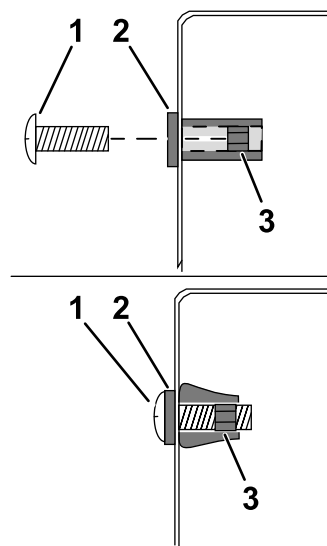
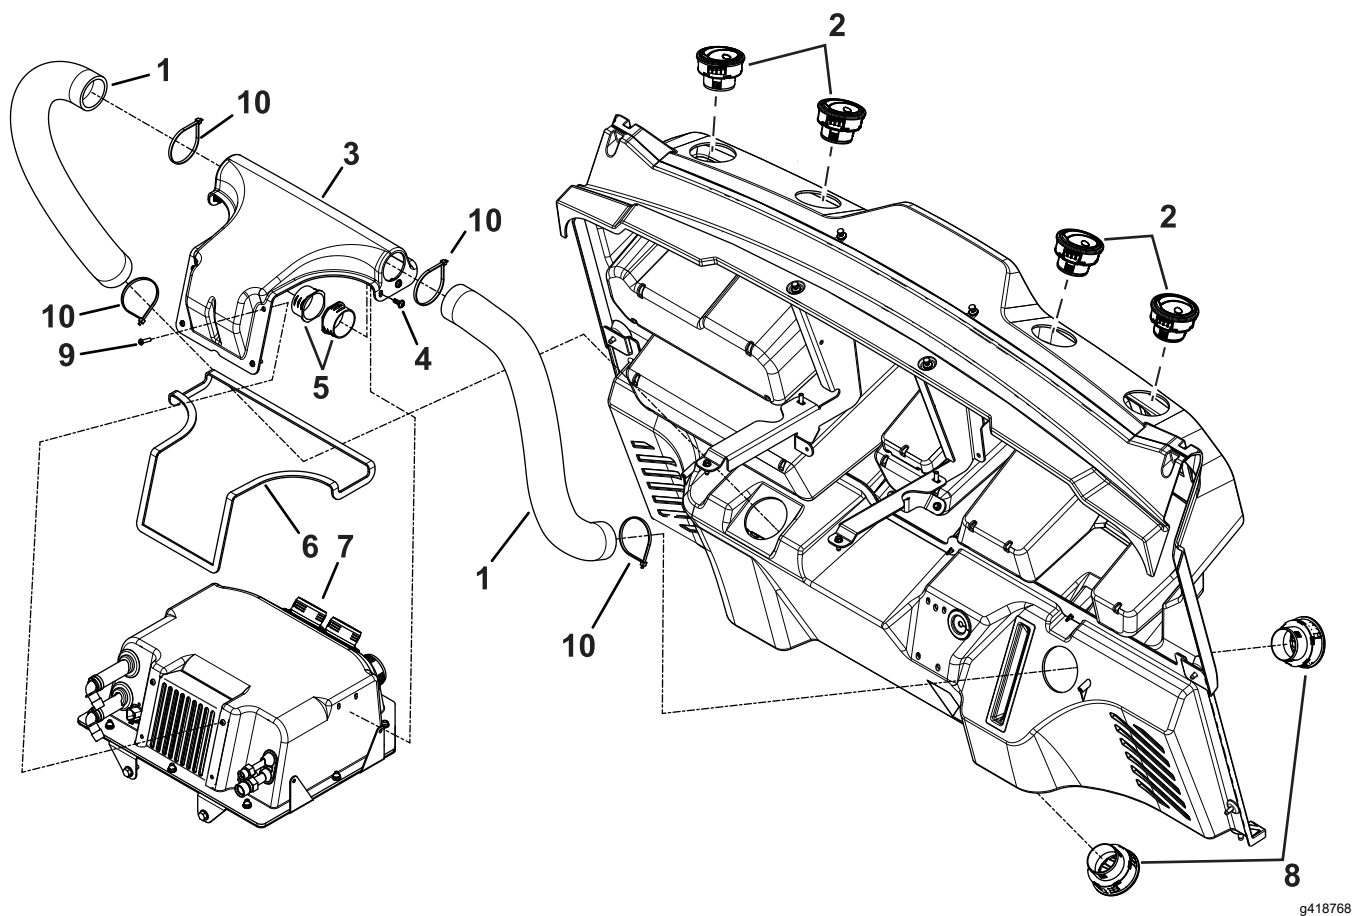
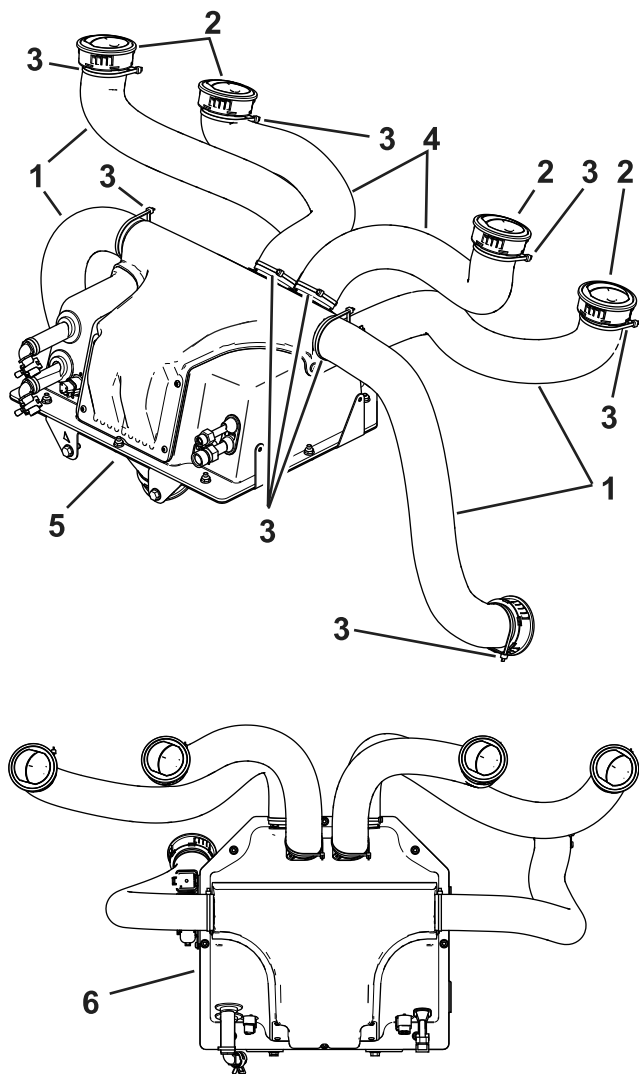

Figura 22
Figura 23
Figura 24
1. Collegate i 4 flessibili degli sfiati (55 mm x 68,6 cm) agli sfiati regolabili e i 2 flessibili degli sfiati (55 mm x 45,7 cm) agli sfiati non regolabili utilizzando 6 fascette per cavi grandi come illustrato nella Figura 24.
2. Disponete i flessibili e installate i 4 sfiati regolabili nei 4 fori superiori; fate riferimento a Figura 23 e Figura 24.
3. Disponete i flessibili e installate i 2 sfiati non regolabili nei 2 fori inferiori; fate riferimento a Figura 23 e Figura 24.
8. Installate gli adattatori flangia sulla copertura della presa d'aria (Figura 21 e Figura 23).
9. Installate la copertura della presa d'aria sulla scatola HVAC con 4 viti a brugola con testa bombata (M5 x 22 mm); fate riferimento alla Figura 22 e alla Figura 23.
Nota: Per evitare di spingere i dadi di gonfiaggio in gomma nella scatola HVAC, iniziate ad avvitare le viti manualmente (Figura 22).
10. Installate la copertura della presa d'aria sulla scatola HVAC con 4 viti autofilettanti (1,46 x 13 mm); fate riferimento alla Figura 23.
1. Collegate i 4 flessibili degli sfiati (55 mm x 68,6 cm) alla scatola HVAC e i 2 flessibili degli sfiati (55 mm x 45,7 cm) alla copertura della presa d'aria utilizzando 6 fascette per cavi grandi come illustrato nella Figura 23 e nella Figura 24.